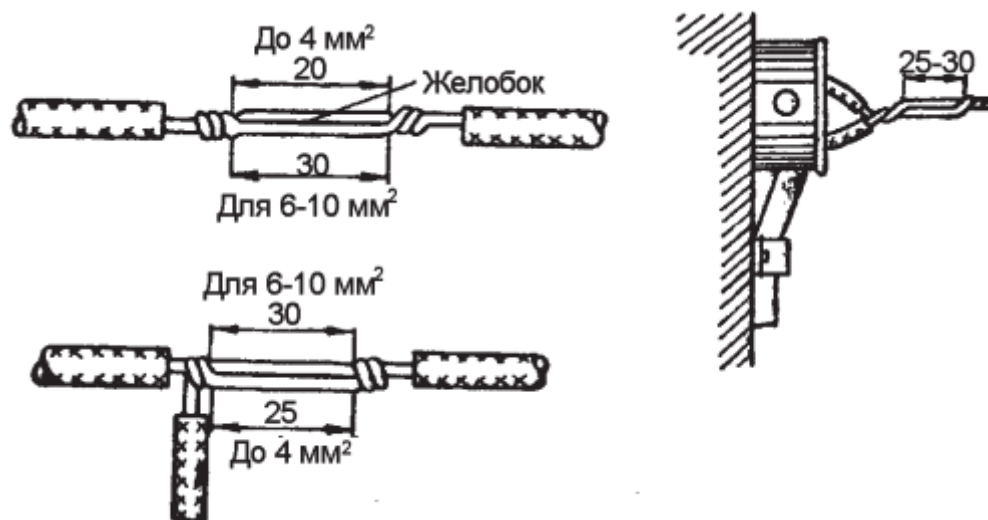

Рис. 16. Пайка однопроволочных жил
- с концов соединяемых проводов снять изоляцию, после чего оголенные жилы зачистить до металлического блеска и соединить внахлестку двойной скруткой с образованием желобка в месте касания жил. Длина желобка для соединения и ответвления при различных сечениях жил указана на рис. 16;